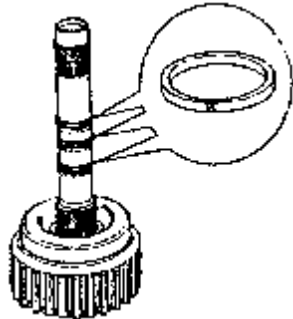

图 7-130 检查活塞环的安装位置
(2) 检查活塞环的安装位置。保证活塞环的两端相互钩在一起,如图 7-130 所示。